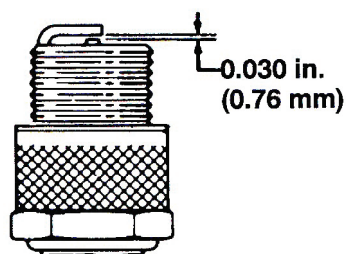

図39
4. プラグの電極間のエアギャップを約0.76 mm に調整後 (図39)、シリンダヘッドに取り付け、23 N・m (2.3kg.m) でトルク締めする。トルクレンチがない場合は十分に締めつける。